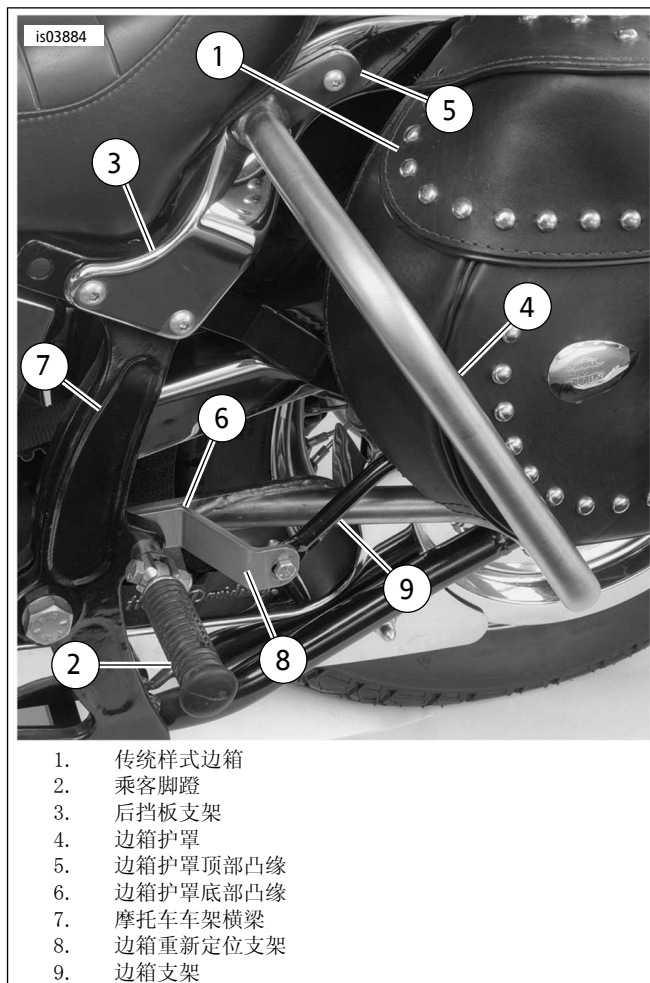

图2。安装边箱后护罩-左侧
4. 参见图2。在挡板支架(3)上安装边箱护罩(4)顶部凸缘(5)。安装3/8-16 x 1-3/4英寸半圆头螺栓与座椅带支架(如配备)以及步骤3中拆下的五金件(如配备)与螺母，方向与步骤3所拆卸螺栓相同。仅用手拧紧。